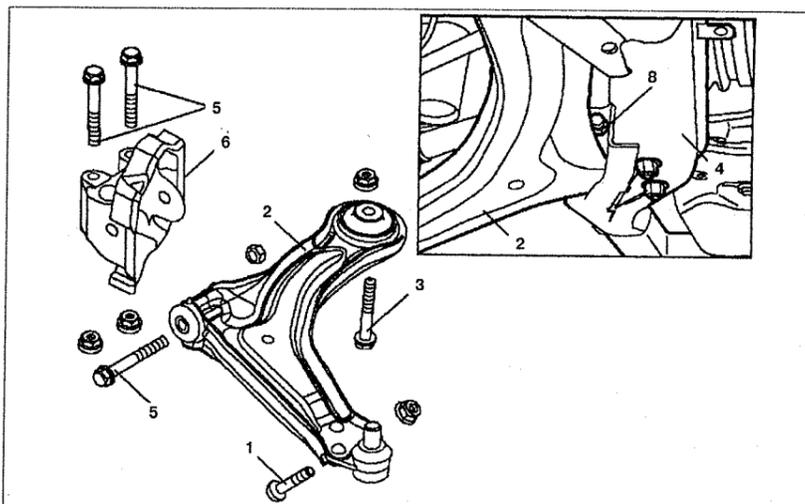

Рис. 7.4. Нижний рычаг подвески (автомобили с двигателем 104.900): 1, 3, 5, 9. Болты, 2. Нижний рычаг подвески, 4. Подрамник, 6. Кронштейн, 7, 8. Гайки.
7. Открутите болт 1 крепления шаровой опоры нижнего рычага 2 к поворотному кулаку (см.рис.7.4).